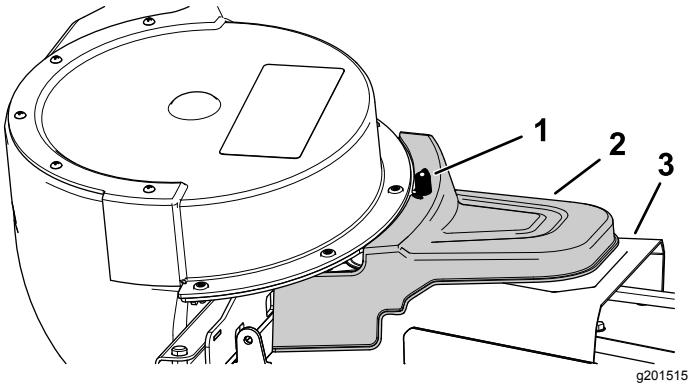

Figure 2
3. Retirez le bouton comme montré à la Figure 2.